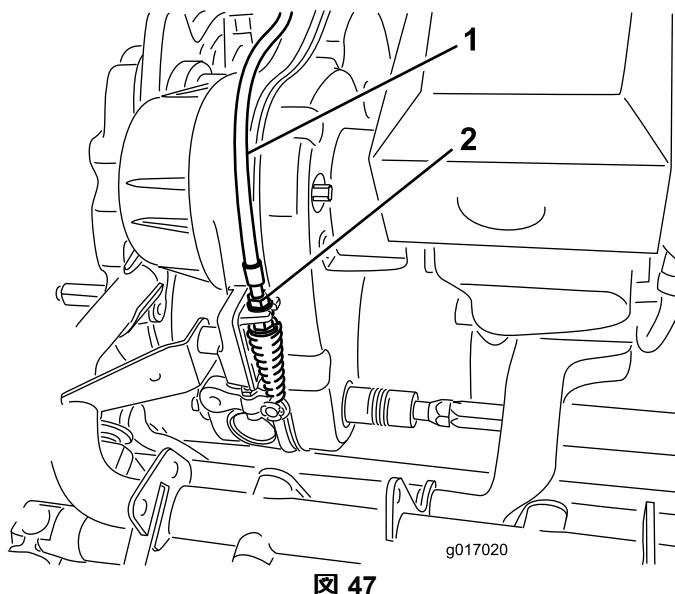

図 47
- 2. トランスマッションのバルクヘッド部で、リールコントロールのケーブル図 47を行うスプリングの長さが70.6-72.4mmになるように調整する。